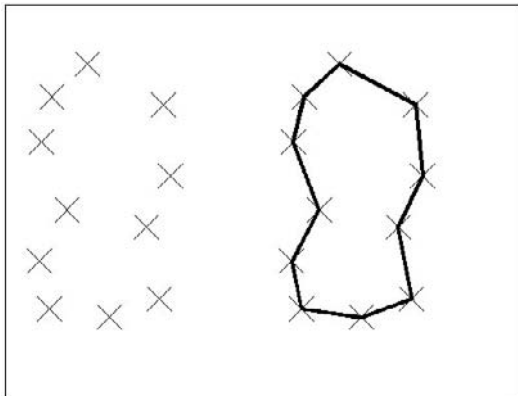

Fig.4.42
- 2 Désigner l'emplacement du ou des points (fig.4.42).